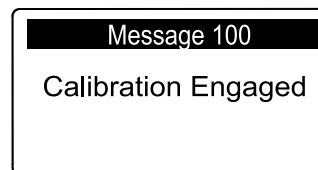

Figura 68
**Notă:** Mesajul CALIBRATION ENGAGED (Calibrare activată) se afiează (Figura 68), iar capul de carotaj coboară încet.